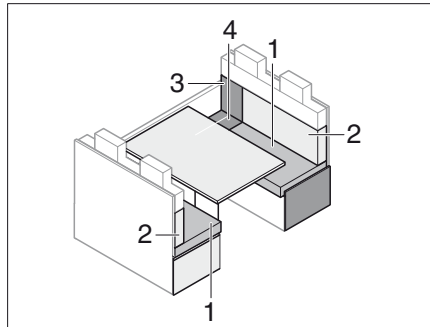

Bild 206 Före ombyggnaden
- Ta bort ryggdynan (Bild 206,2) och lägg den åt sidan.